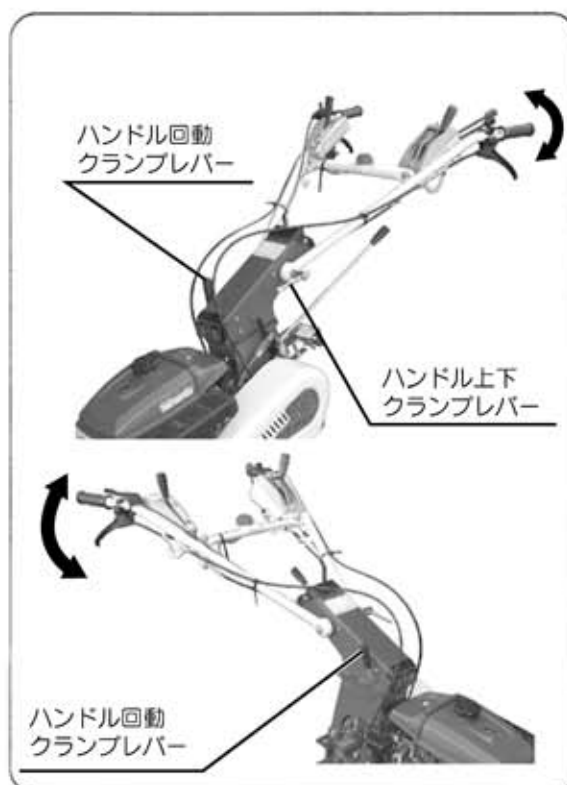

図2
- ② ハンドルを作業者の背丈および作業の種類に合わせて、ハンドル上下・回動クランプレバーによって、最も操作しやすい(上下・左右・逆転)位置に調整してください。(図2・図3)